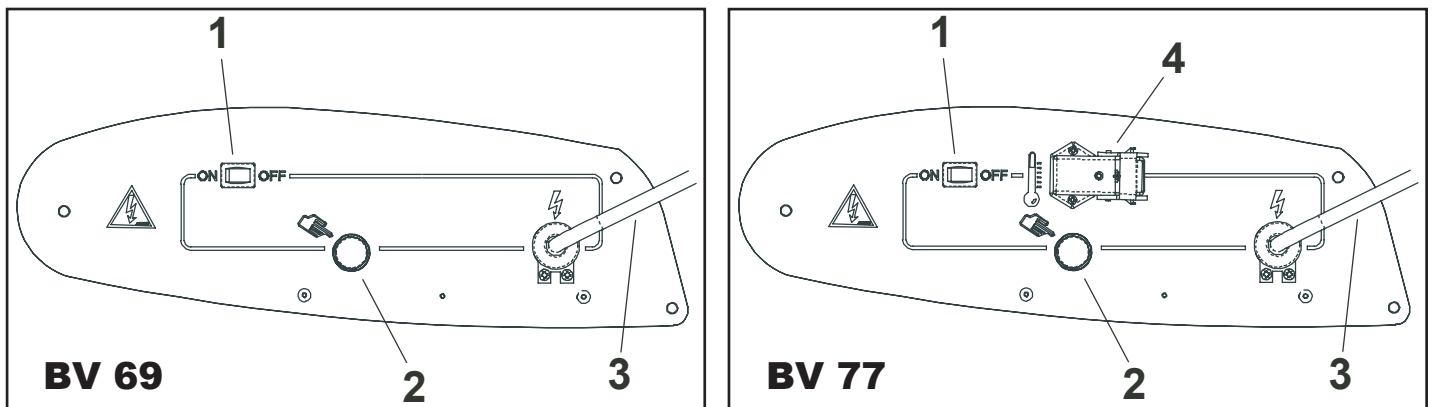

Figure 2 (A - B)
- mettre l'interrupteur 1 (Fig.2) dans la position rapportant le symbole :ON le ventilateur se met en marche et, après quelques secondes, la combustion commence.
Lors de la première mise en service ou après la vidange complète du circuit du gasoil, le flux de gasoil en direction de la buse peut s'avérer insuffisant et causer l'intervention de l'appareillage de contrôle de flamme qui arrête le générateur ; dans ce cas, après avoir attendu environ une minute, appuyer sur le bouton-poussoir de réarmement 2 (Fig.2) et remettre l'appareil en marche.
2. Appuyer sur le bouton-poussoir de réarmement 2 (Fig.2);
Pour arrêter l'appareil, il est nécessaire de mettre l'interrupteur 1 (Fig.2) sur "OFF" . La flamme s'éteint et le ventilateur continue de fonctionner jusqu'à ce que la chambre de combustion soit entièrement refroidie.
Le générateur est équipé d'un appareillage électronique de contrôle de la flamme. En cas de présence d'une ou plusieurs anomalies de fonctionnement, cet appareillage provoque l'arrêt de la machine et l'allumage du témoin du bouton-poussoir de réarmement 2 (Fig. 2).
- zet de schakelaar 1 (Fig. 2) in de stand met het symbool: ON de ventilatorslaat aan en na enkele seconden wordt de verbranding gestart.
Bij de eerste ingebruikname of nadat alle olie uit het circuit is verwijderd, is de oliestroom uit de straalpijp mogelijk onvoldoende, zodat de vlamregelaar van het toestel ervoor zorgt dat de generator wordt uitgeschakeld; in dat geval wacht u ongeveer een minuut en drukt u vervolgens op de opstartknop 2 (Fig. 2) om het toestel opnieuw op te starten. Als het toestel niet correct werkt gaat u in eerste instantie als volgt te werk:
2. Druk op de opstartknop 2 (Fig. 2);
Om het toestel uit te schakelen dient u schakelaar 1 (Fig. 2) in de stand "OFF". De vlam gaat uit en de ventilator blijft werken tot de verbrandingskamer volledig is afgekoeld.
De generator is voorzien van een elektronisch instrument ter besturing van de vlam. Als er zich afwijkingen in de werking voordoen zorgt dit instrument ervoor dat het toestel wordt uitgeschakeld en de opstartknop 2 (Fig. 2) wordt geactiveerd. Er wordt een oververhittingsthermostaat geactiveerd die ervoor zorgt dat de olietoevoer wordt onderbroken als de generator oververhit raakt; de thermostaat wordt automatisch opnieuw ingesteld zodra de temperatuur van de verbrandingskamer tot onder het toegestane maximum is gedaald.